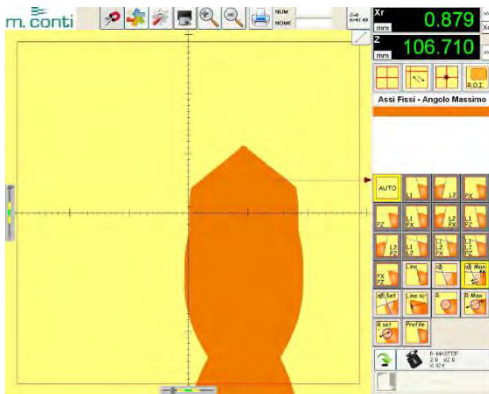

fig. G7
- Cliquer sur un point à l'intérieur de l'outil et sur un autre point en dehors de l'outil pour sélectionner la direction (fig. G7)